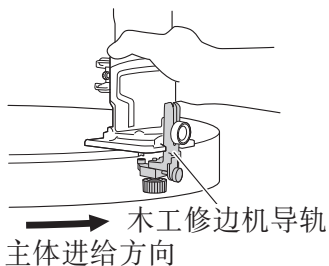

图 21
- (4) 如图 21 所示，将底座组件底部牢牢连接到材料的处理表面。将导销与材料一起送入木工修边机。